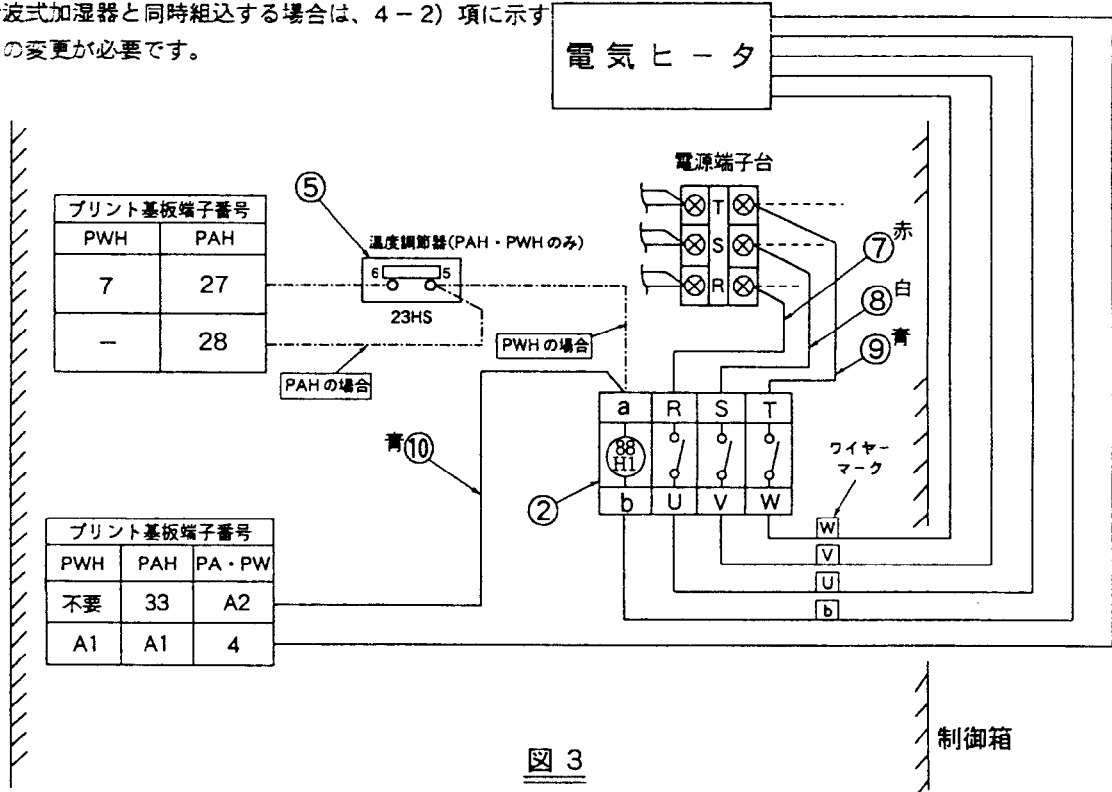

図 3
- PAH・PWHの場合のみ温度調節器⑤を図3の様に接続してください。